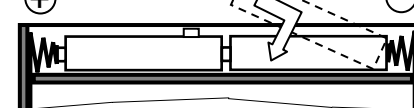

Рис. 1
3.2.3 Установите в извещатель элементы питания, соблюдая полярность в соответствии с имеющейся маркировкой. Для обеспечения более надежного контакта проследите, чтобы «плюсовые» контакты элементов питания встали в центральные отверстия пружин, при необходимости поправьте их пинцетом или отверткой. Установите съемную крышку на извещатель, что защитит элементы питания от выпадения. Рекомендуемая последовательность действий при установке элементов питания приведена на рис. 1.